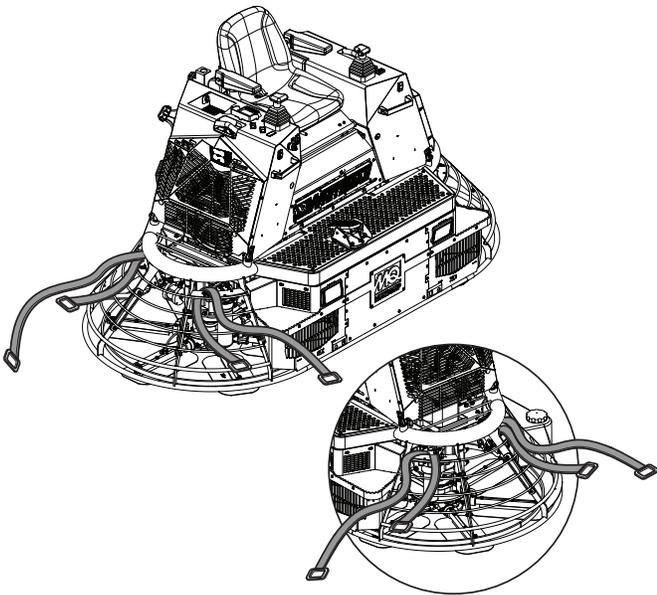

Figura 5. Tendido de las correas de amarre
2. Sujete correas de amarre adecuadas a la alisadora. Tienda las correas de amarre en ambos lados según se muestra en la Figura 5.